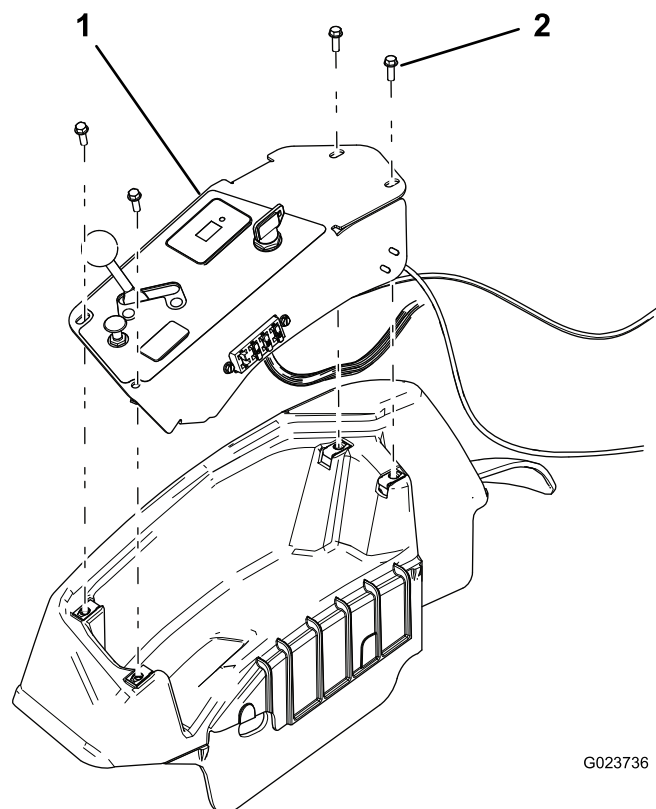

Figura 33
1. Rimuovete il quadro di comando (Figura 33).